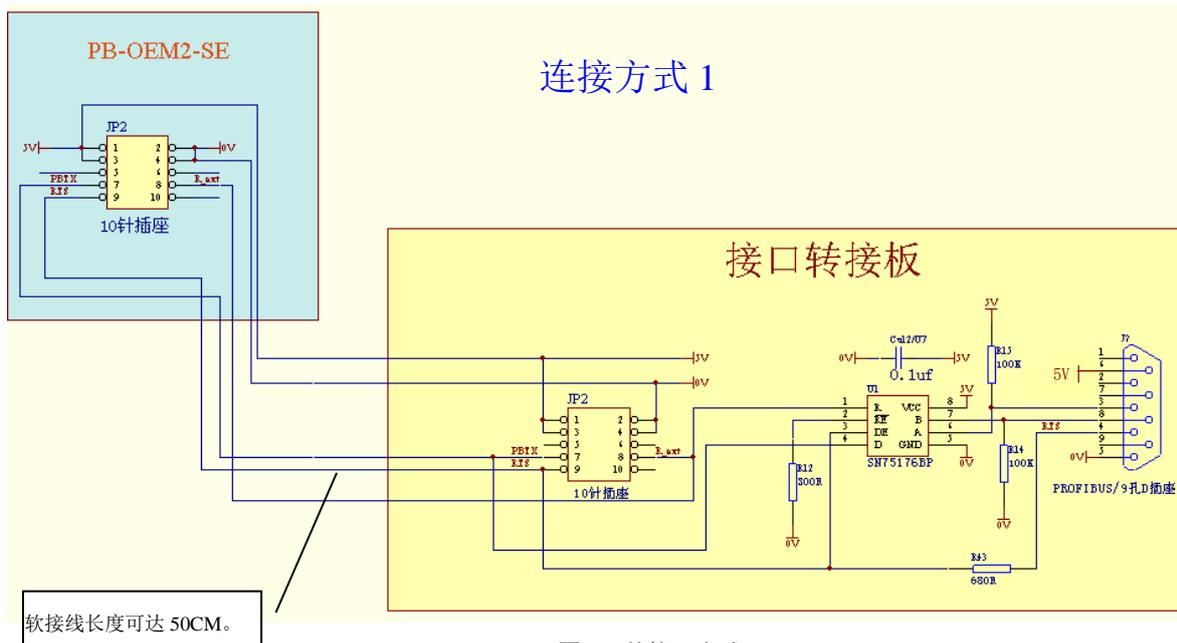

图 2 外接口方式 1
(4) **外接口转接板** 所需电源及 PROFIBUS 信号线全部可从 PB-OEM2-SE 模块的 10 针插头上引出，见图 2 连接方式 1。